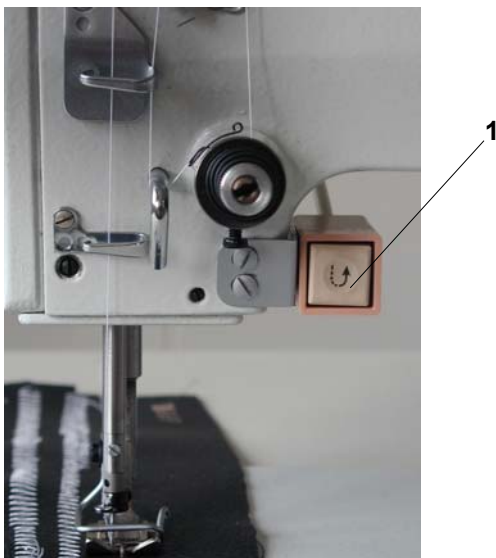

Fig. 15
8.1.2 Via pushbutton (Fig. 15)